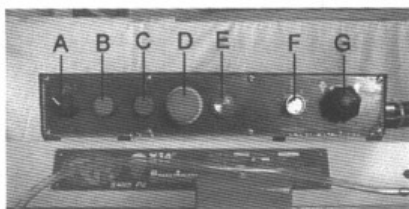

Рис. 2
2. Машина запускается нажатием кнопки пуск (B) Рис.2. И она будет продолжать работать до тех пор, пока рычаг пилы находится в нижнем положении в конце разреза, или пока не будет нажата кнопка стоп (C).